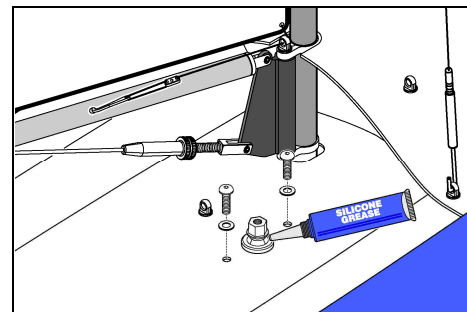

Fig. 10
Le misure per l'esecuzione dei fori per il montaggio verticale sono rappresentati nella Fig. 10.
- eseguire sul ponte i fori di passaggio albero e di fissaggio come indicato in fig. 10;
- praticare sulla piastra di fissaggio prevista dal progettista i fori di passaggio albero e di passaggio come indicato in fig. 10;
- preparare sul supporto i fori di fissaggio come da Fig. 10;